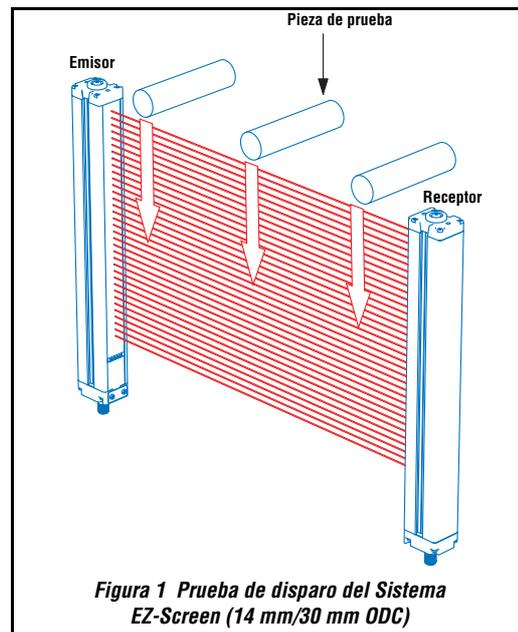

Figura 1 Prueba de disparo del Sistema EZ-Screen (14 mm/30 mm ODC)
3) Con la máquina protegida parada, pase la pieza de prueba específica por el área definida en tres rutas separadas; cerca del emisor, cerca del receptor y en el punto central entre el emisor y el receptor (Figura 1 en la página 2). ☐